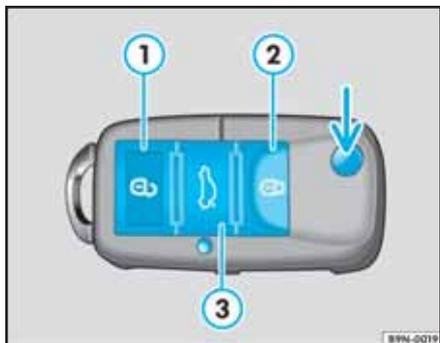

Fig. 57 Funciones de las teclas en la llave con mando a distancia
Con la tecla  ⇒ **fig. 57 ①**, es posible:
Con la tecla  ⇒ **fig. 57 ②**, es posible:
Con la tecla  ⇒ **fig. 57 ③**, es posible:
Presione el botón -flecha- ⇒ **fig. 57** para liberar la punta de la llave.
- Presione dos veces la tecla de bloqueo  ⇒ Página 68, fig. 57, por lo menos, para concluir la sincronización de la llave.
Si la tecla  ⇒ Página 68, fig. 57 es frecuentemente accionada fuera del rayo de acción del mando a distancia ⇒ Página 68, fig. 58, podrá no ser más posible bloquear o desbloquear el vehículo con el mando a distancia. La llave con el comando remoto deberá ser sincronizada de nuevo.